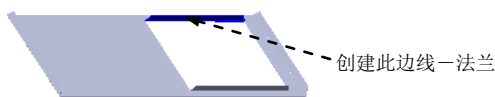

图 17.8.33 创建边线—法兰 4
Step6. 创建图 17.8.33 所示的边线—法兰 4，详细操作过程参见 Step5。